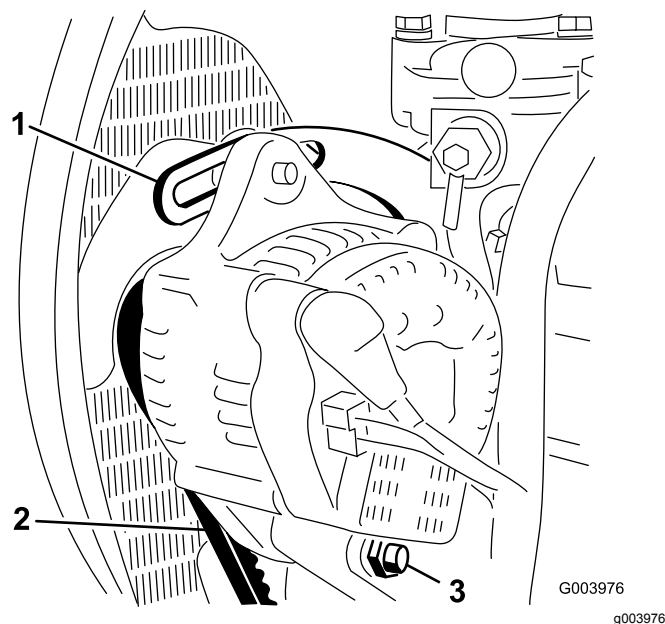

Figura 65
2. Compruebe la tensión de la correa del alternador presionándola (Figura 65) en el punto intermedio entre las poleas del alternador y del cigüeñal con una fuerza de 10 kg (22 libras).
3. Afloje el perno que fija el tirante al motor (Figura 65), el perno que fija el alternador al tirante y el perno de pivote.